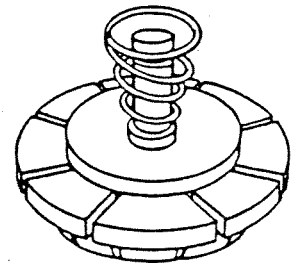

FIGURE 6
5. Entfernen Sie die Andruckkegeleinheit (Abb. 6); entfernen Sie die Feder und die Unterlegscheibe vom Andruckkegel. (Entfernen Sie die Feder vorsichtig, damit Sie sie nicht ausdehnen).